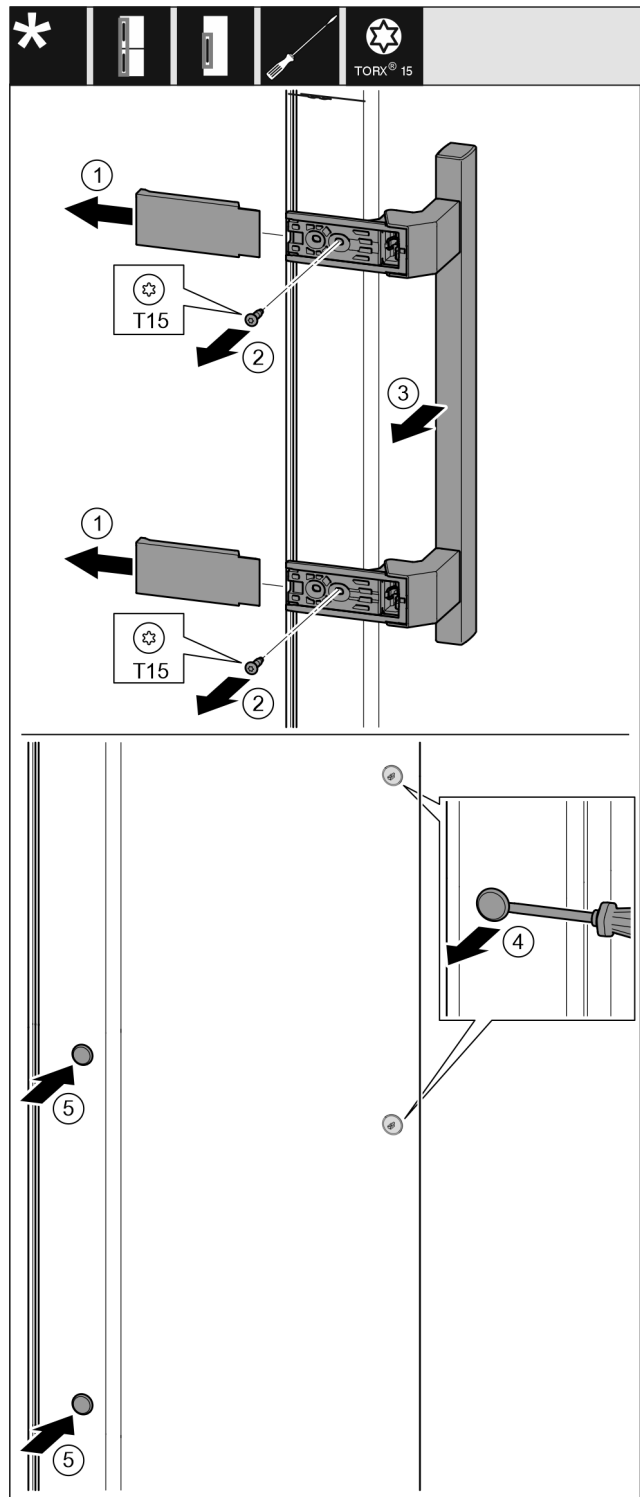

Fig. 19
- ▶ Snemite pokrov. Fig. 19 (1)
- ▶ Vijake odvijte z izvijačem Torx 15. Fig. 19 (2)
- ▶ Snemite ročaj. Fig. 19 (3)
- ▶ S ploščatim izvijačem previdno dvignite stranski čep in ga izvlecite. Fig. 19 (4)
- ▶ Čep ponovno vstavite na drugi strani. Fig. 19 (5)